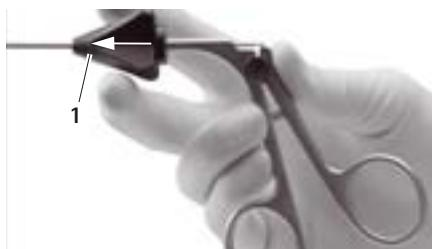

Abb. 9
- Drehstern **1** nach vorne gleiten lassen, siehe Abb. 9. Dabei sicherstellen, dass der Schaft **5** sicher im Griff **2** arretiert ist und sich auch unter Zug nicht mehr lösen lässt.